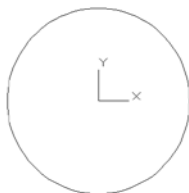

图 2.26 定义坐标系后的效果
(5) 在圆心上单击, 即可指定圆心为新坐标系的原点, 如图 2.26 所示。